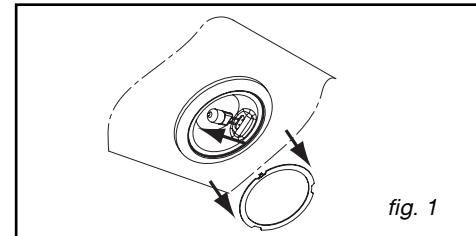

fig. 1
- Presione la empuñadura integrada del filtro modular (fig.1).
- Quite la tulipa (fig. 1).